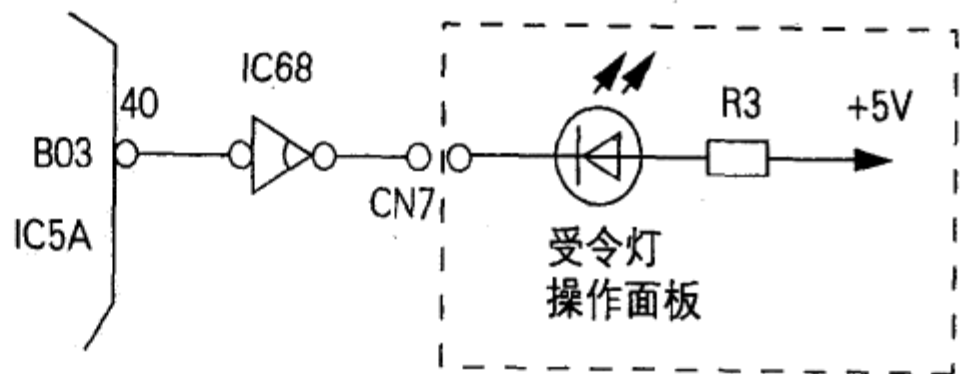

图3
**分析与维修:**图3为“受令”灯信号回路,通常情况下,来自IC5A(M54610P)第④脚B03的灯控制信号经过驱动器IC6B、插座CN7去